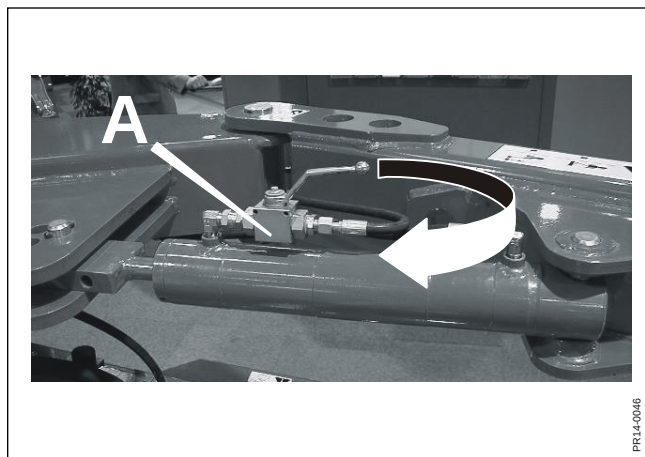

Fig. 3-4
- Fig. 3-4 Efter at maskinen er drejet om i transportstilling, så den løber bagved traktoren, skal kuglehanen **A** ved cylinderen for trækstangen lukkes. Bevæg håndtaget på kuglehanen, i pilens retning, som vist på figuren, for at lukke for olietilførslen. Ventilen er lukket, når håndtaget står på tværs af cylinderen. Hanen skal lukkes for at sikre mod slangebrud eller utilsigtet brug af hydraulikhåndtaget under transport, så maskinen ikke svinger ud mod arbejdsstilling og dermed øger transportbredden.